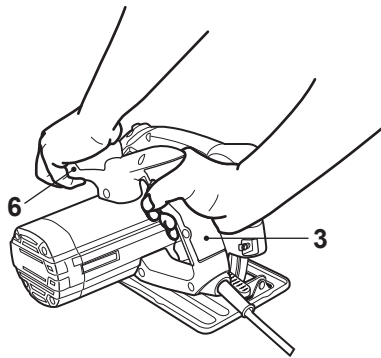

Fig. 12
- > Sujete el producto con una mano en la empuñadura trasera (3) y con la otra en la empuñadura frontal (6). Nunca intente hacer funcionar el producto con una mano sola. Mantenga sus manos alejadas de la parte inferior de la pieza de trabajo (Fig. 12).